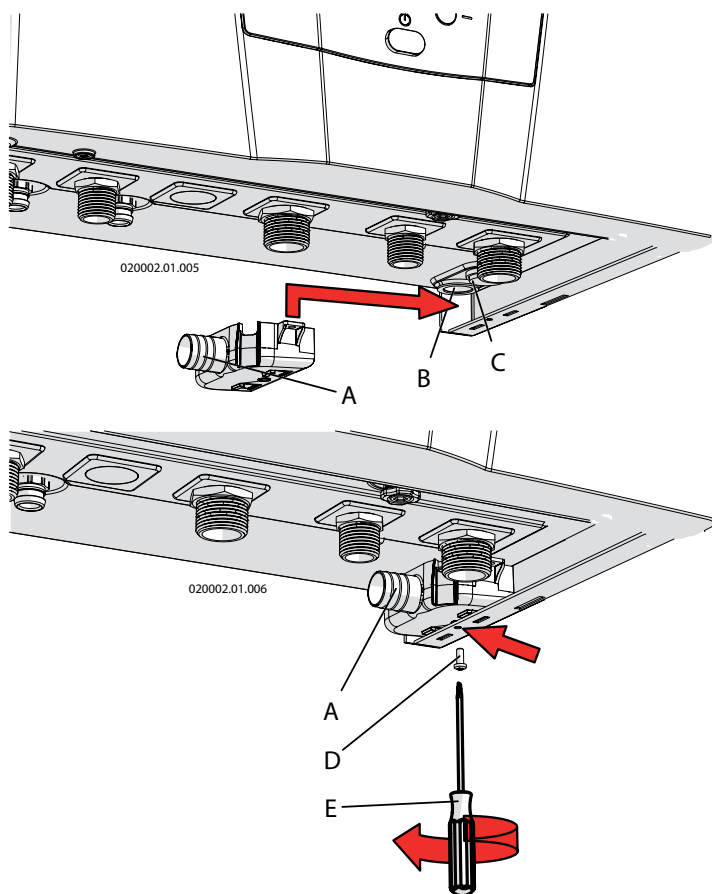
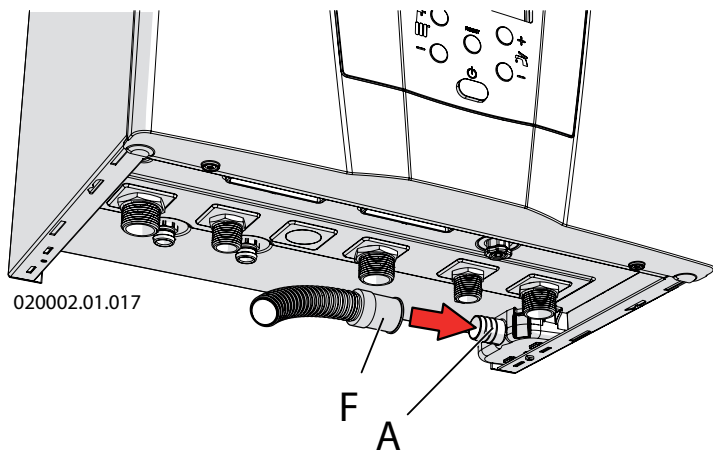
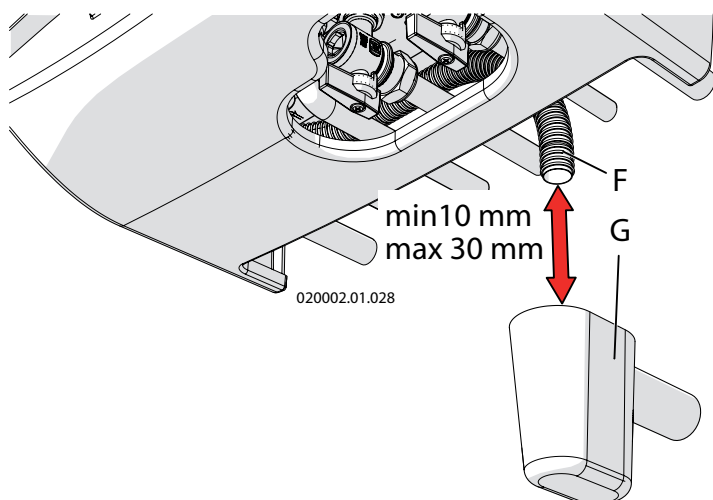

Figura 5.4 - Collegamento scarico valvola di sicurezza e scarico condensa
Figura 5.5 - Tubo di scarico condensa
Figura 5.7 - Imbuto sifonato (a richiesta)
La caldaia è predisposta all'interno di un sifone per l'evacuazione dei condensati (vedere figura 3.1 particolare "49") e per prevenire la fuoriuscita dei prodotti della combustione, la cui terminazione corrisponde al condotto "B" di cui alla figura 5.4. Tale terminazione deve essere convogliata in un ulteriore sifone antiodori (figura 5.7 particolare "G") in modo da prevenire il ritorno di cattivi odori in ambiente (il sifone antiodori "G" è fornito su richiesta).
Applicare la vaschetta "A" come indicato in figura 5.4 e fissarla con la vite "D", collegare il tubo di scarico "F" come indicato in figura 5.5.
- ☞ per locale ad uso abitativo e per locale ad uso ufficio con un numero di utenti superiore a 10, può essere collegato all'impianto di smaltimento reflui domestici a mezzo di opportuno sifone con disgiunzione atta a prevenire la pressurizzazione del sistema (sifone predisposto all'interno della caldaia) e a prevenire il ritorno di cattivi odori dalla fogna (particolare "G" di figura 5.7). Se il locale ad uso ufficio ha un numero di utenti inferiore a 10, prima del collegamento con lo scarico dei reflui domestici è opportuno un neutralizzatore di condense (vedere il capitolo 9 per il valore di acidità delle condense e per la quantità).
Lo scarico della valvola di sicurezza (particolare "C" di figura 5.4), insieme allo scarico condensa (particolare "B" di figura 5.4) deve essere convogliato ad un tubo "F" (vedi figura 5.5) di diametro interno minimo di 13 mm; il tubo "F" deve poi essere portato al sifone antiodori (particolare "G" figura 5.7). Tale scarico con sifone è atto ad evitare sovrappressioni in caso di apertura della valvola e da modo all'utente di verificarne l'eventuale intervento.
Il tubo "F" di figura 5.5 è fornito di serie insieme alla vaschetta "A" di figura 5.4. Il sifone antiodori "G" di figura 5.7 è fornito su richiesta.